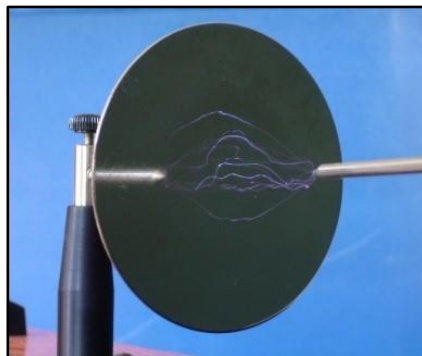

図3 放電の様子
- 放電（図3）の際は、電子に高電圧を掛けて加速させるため、有害なX線などが発生します。そのため、実験は短時間で行い、生徒を誘導コイルから遠ざけて観察させます。